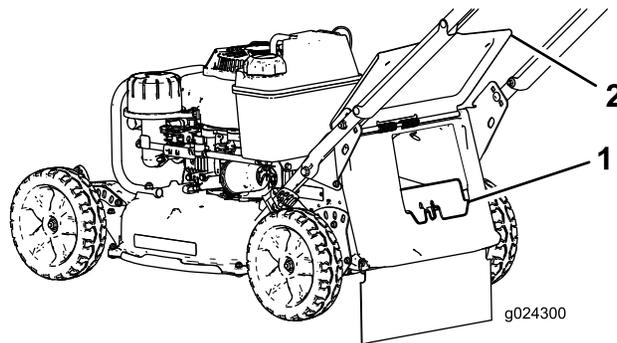

Figure 16
- Si l'obturateur d'éjecteur arrière n'est pas en place, saisissez-le par la poignée, soulevez le volet arrière, et insérez-le dans l'éjecteur arrière jusqu'à ce que le verrou s'enclenche ; voir Figure 16.
3. Déposez l'obturateur d'éjection arrière en appuyant sur le verrou avec le pouce et en tirant sur l'obturateur pour le sortir de la machine (Figure 16).